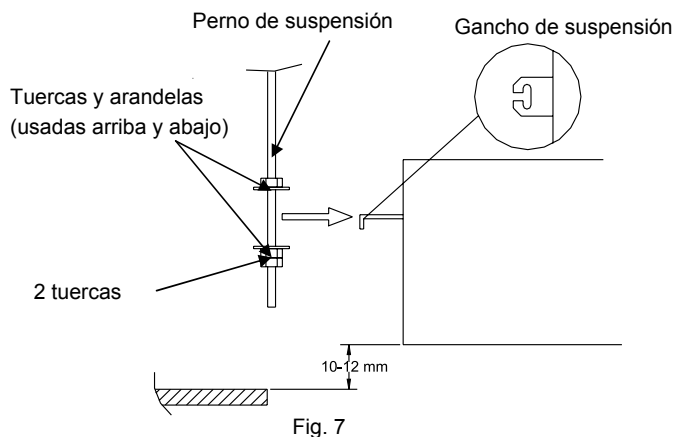

Fig. 7
4. Para evitar una posible holgura, se recomienda utilizar 3 tuercas hexagonales (preparación in situ) y 2 arandelas (accesorios) para cada perno de suspensión. Tenga presente que las 2 tuercas se utilizarán en el lado inferior (Fig. 7).
5. Ajuste la distancia entre la unidad y la parte inferior del techo a 10-12 mm. Apriete todas las tuercas de los pernos de suspensión (Fig. 7).